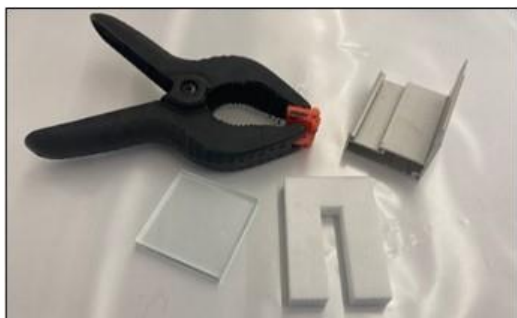

Figure 22 : espaceurs en téflon blanc (en U) et supports en verre et aluminium
1. Munir les échantillons en verre et/ou en métal (matériaux d'origine comme spécifié dans le projet) de ruban adhésif et - si nécessaire - d'espaceurs (Figure 22, 23) afin d'obtenir les dimensions de joint requises de 12 x 12 x 50 mm. S'il s'agit de colle monocomposant, entourer les espaceurs avec une bande e-PTFE avant l'application de la colle.